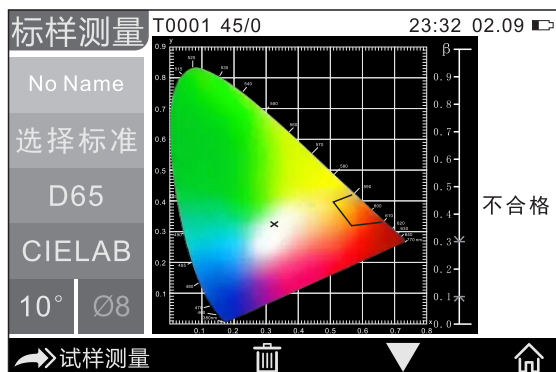

图9B 交通路标信息界面
若系统设置的交通路标测量是关闭状态，图8中的“选择标准”会置灰，点击快捷键无反应；若系统设置的交通路标测量是打开状态，图8中的“选择标准”会正常显示，点击快捷键会进入交通路标选择界面。图9A光谱显示界面也会变成交通路标信息，如图9B所示。
- (16) β ：交通路标亮度因数，只要测定数值在设定范围内才提示合格，否则不合格。如图9B所示。
点击“▼”进行翻页，可在如图9B所示界面查看测量标样的色品坐标是否在交通路标标准的多边形内，以及 β 值是否在交通路标标准的 β 值允许范围内，两项均符合才认为合格，否则不合格。